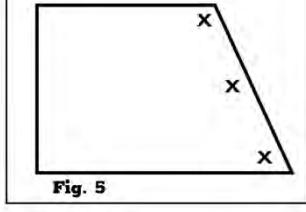

Fig. 5
**NOTE:** If a tile is cut, new holes need to be drilled and anchors inserted along the edge. (Fig. 5)
**NOTA: Si se corta una baldosa hay que hacer hoyos nuevos e insertar más pasadores a lo largo del borde. (Fig. 5)**